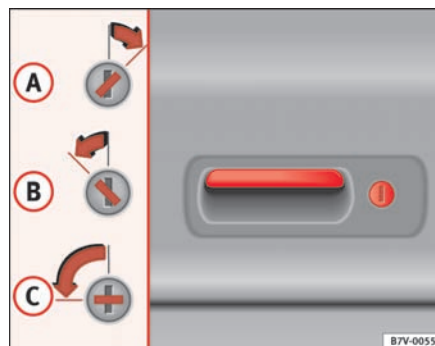

Fig. 63 Nøglehullets positioner i bagklaplåsen
- Når du drejer nøglen til position $\Rightarrow$ side 94, fig. 63 **(A)**, bliver dørene og bagklappen låst.
- (A)** I biler med elruder, elektriske vipperuder og/eller elektrisk skydetag kan de åbne ruder og det åbne skydetag lukkes automatisk. Du skal bare holde nøglen i position $\Rightarrow$ side 94, fig. 63 **(A)**, indtil alle ruder og skydetaget er blevet helt lukket.
- (B)** Når du holder nøglen i position **(B)**, bliver alle ruder (på nær de elektriske vipperuder bagi) åbnet (gælder biler med elruder).
- (C)** Hvis centrallåsen eller reguleringsmotoren i låsen er defekt, kan du låse bagklappen op manuelt ved at dreje nøglen til position **(C)**.